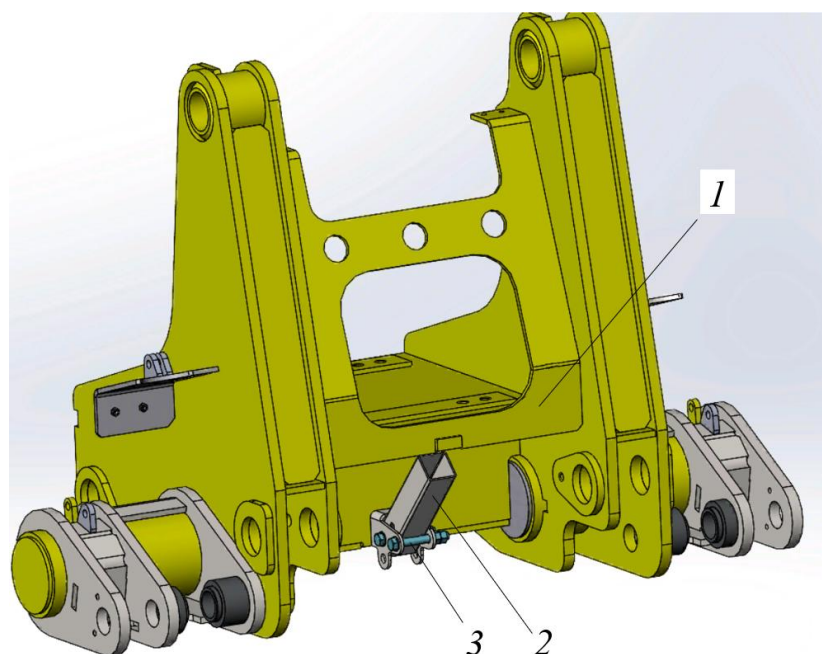

Рисунок 3.149. Транспортировочное положение ограничителя
Консоль правая 1 оборудована транспортировочным ограничителем 2, рис. 3.149.
- ▶ Открутить гайки и вынуть болт 3, рис. 3.149..